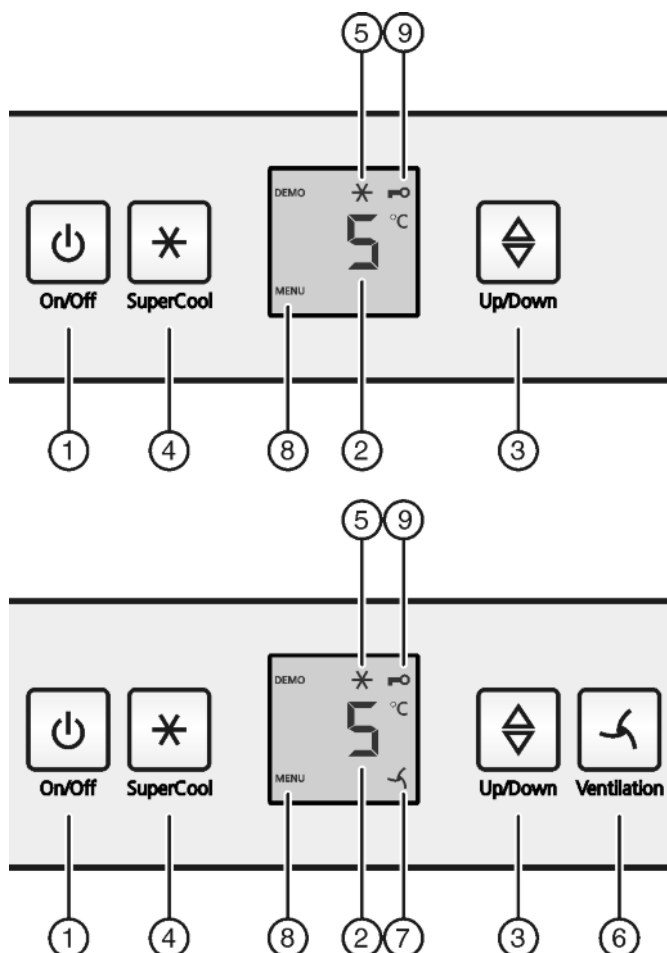

Fig. 2
- ▶ Pritisnite tipko On/Off *Fig. 2 (1)*.
- ▶ Za pribl. 5 sekund pritisnite tipko SuperCool *Fig. 2 (4)*.
- ▷ Na prikazovalniku se prikaže Simbol Meni *Fig. 2 (8)*.
- ▶ Za potrditev kratko pritisnite tipko SuperCool *Fig. 2 (4)*.
- ▷ Simbol Otroško varovalo *Fig. 2 (9)* na prikazovalniku sveti.
- ▶ Na kratko pritisnite tipko On/Off *Fig. 2 (1)*.
- ▶ Priklic funkcije za temperaturo: pritisnite nastavitveno tipko *Fig. 2 (3)*.
- ▶ Spreminjanje temperature v korakih po 1 °C: nastavitveno tipko *Fig. 2 (3)* pritisnite tolikokrat, da na prikazovalniku temperature zasveti zelena temperatura.
- ▶ Kratko pritisnite tipko SuperCool *Fig. 2 (4)*.
- ▷ Zasveti simbol SuperCool *Fig. 2 (5)* na prikazu.
- ▷ Simbol SuperCool *Fig. 2 (5)* na indikaciji ugasne.